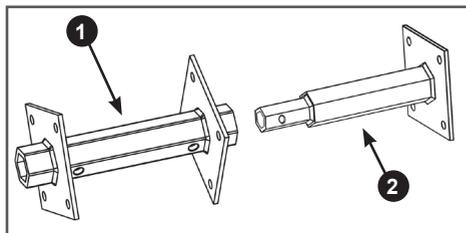

Рис. 16. Секции оси фрезы
2. Определите какой стороной основная секция 1 оси фрезы устанавливается на вал редуктора и к какой стороне крепится дополнительная секция 2 оси фрезы (Рис. 16). Вставьте дополнительную секцию в основную сначала с одной стороны, затем с другой, при этом должна совпасть только одна пара отверстий. Та сторона основной секции оси фрезы, отверстие на которой не совпадает с отверсти-